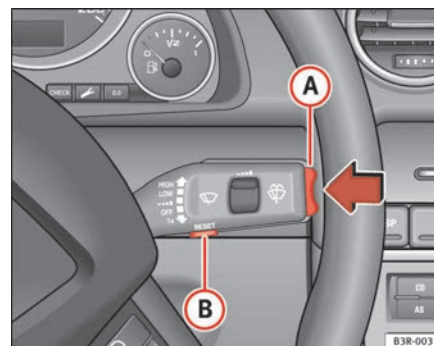

Fig. 59 Leva dei tergicristalli Comandi del computer di bordo
Premendo il tasto Reset **B** ⇒ pag. 89, fig. 59 si può passare dalle funzioni del computer di bordo 1 a quelle del computer di bordo 2 e viceversa.
Premendo brevemente il selettore delle funzioni o il tasto **Reset** ⇒ fig. 59 si disattiva l'avvertimento del tempo di guida.
- Premere la parte superiore o la parte inferiore del selettore **(A)** ⇒ fig. 59). Sul display del computer di bordo vengono visualizzate, in successione, le funzioni relative al livello impostato.